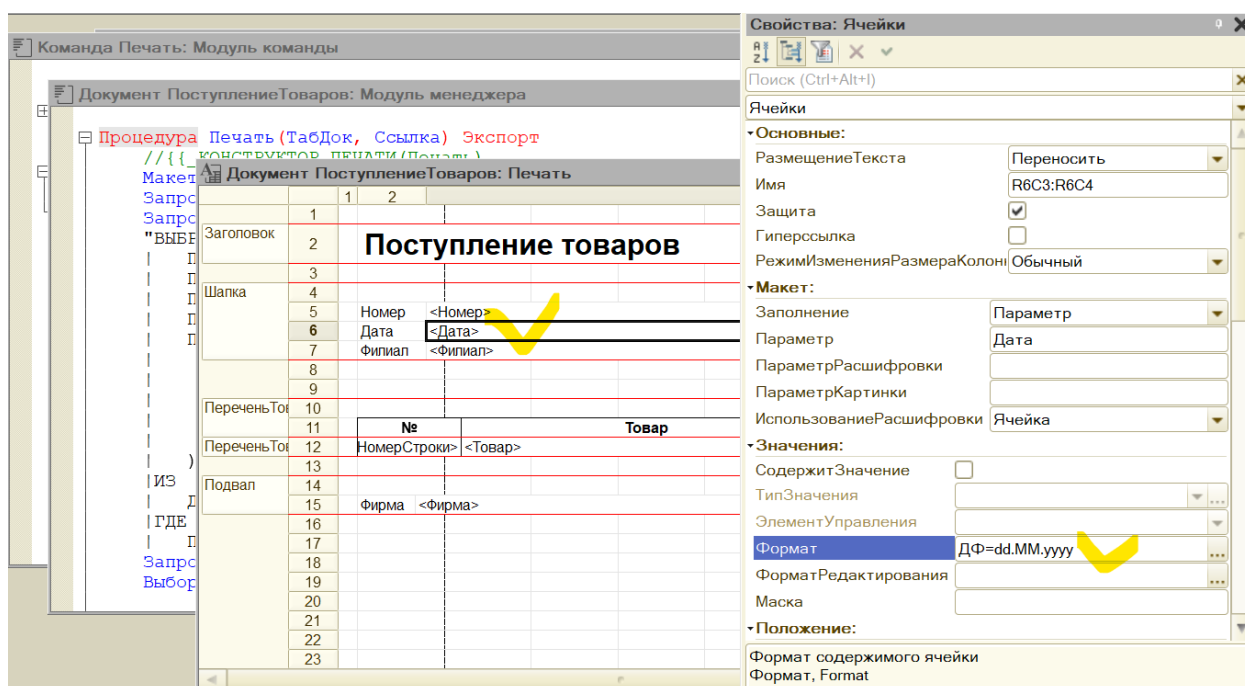

Рис. 5.27. Редактирование макета печати документа
10. Изменим формат представления даты в макете печати (рис. 5.27).